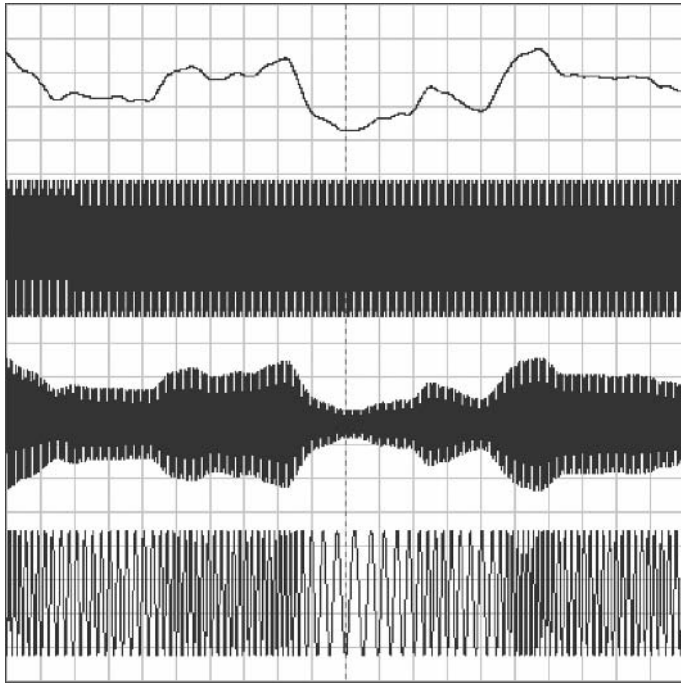

Figure 1.2
**Tentatoo** – Je suis désolé de vous décevoir, mais ce genre de signal est régulièrement utilisé pour régler des équipements audio qui interviennent dans la diffusion. Je l’ai utilisé ici pour mettre en évidence de façon théorique la modification apportée à la porteuse RF. Mais il va de soi qu’en temps normal, c’est de la musique ou de la parole qui est transmise. Pour vous être agréable, je vous ai fait une seconde copie d’écran de notre oscilloscope, visible en **figure 1.2**, où le signal utile BF qui module nos porteuses RF, est cette fois une vraie musique. La première courbe (en haut) représente le signal modulant BF (la vraie musique) que l’on veut transporter. La deuxième courbe représente le signal RF non modulé (onde porteuse). La troisième courbe représente le signal RF modulé en amplitude par la musique, et la quatrième courbe (en bas) représente le signal RF modulé en fréquence par la même musique.